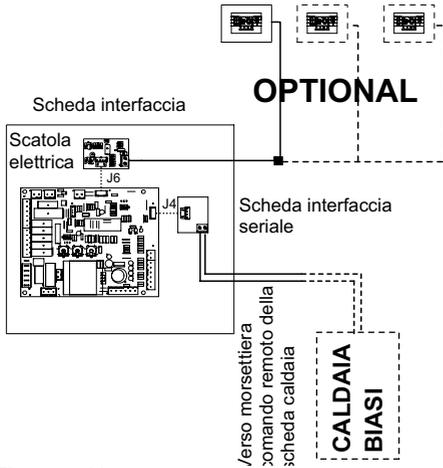

Figura 4.16
- Collegare il/i remoto/i secondo lo schema in Figura 4.16 per modelli caldaie BIASI, Figura 4.14 per altre caldaie prestando attenzione alla lunghezza massima dei collegamenti (Vedi libretto remoto).